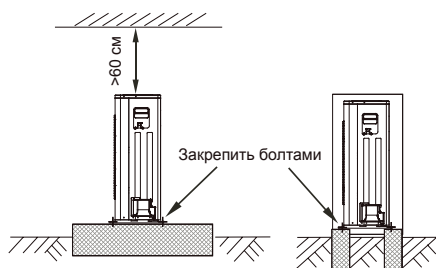

Рис. 6-15
- Блок необходимо закрепить на основании болтами для предотвращения его падения в случае землетрясения или порыва сильного ветра (см. рис. 6-15).